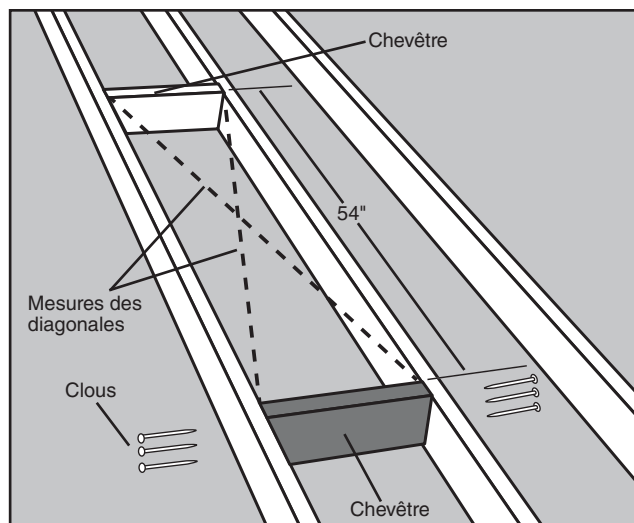

FIGURE 13 - Façon de vérifier la perpendicularité
- Étape 5.** Positionnez la deuxième rive à 137,2 cm de la première et répétez l'étape 4 (Voyez la Figure 13).
- Étape 6.** L'encadrement pour l'ouverture brute nécessite quatre côtés. Les chevêtres posés constituent deux de ces côtés. Si vos solives de plafond sont espacées de façon à constituer les deux autres côtés de l'ouverture brute, contrôlez que tout est d'équerre en mesurant les diagonales. Ces mesures doivent être égales à 3 mm près pour que la perpendicularité soit acceptable (Voyez la Figure 13). Si vos solives de plafond ne peuvent pas constituer les deux derniers côtés de l'ouverture brute, vous aurez à installer une ou deux morceaux de bois comme chevêtres additionnels pour encadrer un ou deux côtés restants de l'ouverture brute, allez donc sur "Installation de tirants" en page 16.